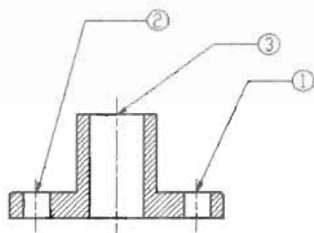

图 10-128
(1) 打开配套光盘中的“操作示例 10-17.dwg”文件，如图 10-128 所示。
(2) 在命令行中输入 MLEADERCOLLECT 命令，或者执行“修改>对象>多重引线>合并”菜单命令，命令执行过程如下。